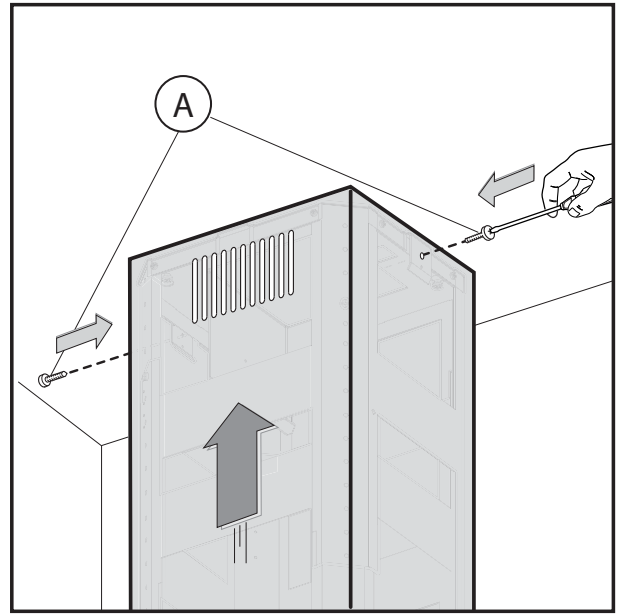

Fig.8
- Prendre le conduit de fumées supérieur et le fixer à la structure à l'aide des 2 vis **A** (**Fig.8**). Assembler le conduit de fumées inférieur avec le conduit supérieur et le fixer attentivement avec du ruban ad-